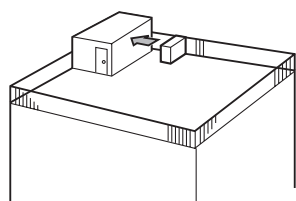

Fig. 2-4
- ① Direcione a saída de ar para a parede mais próxima a uma distância de cerca de 50 cm. (Fig. 2-4)